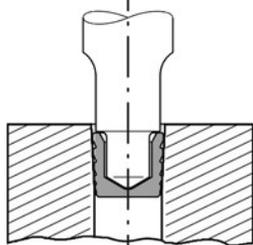

Bild 2
- LP-Plug mittels Setzstempel einpressen. Die entsprechenden Richtwerte des Setzweges S sind der Tabelle zu entnehmen (Bild 2).